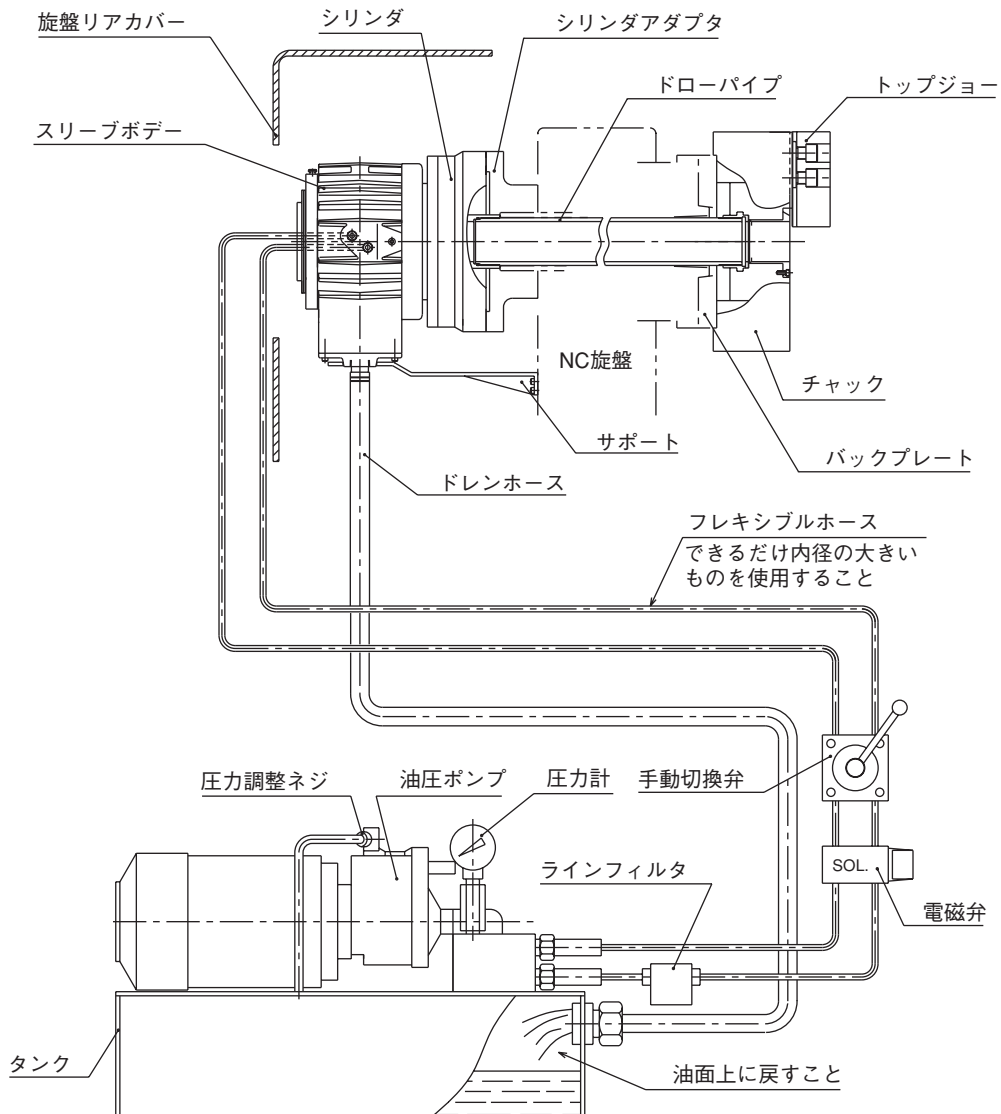

図 10
- ・ドレンは必ず油圧ユニットの油面上に戻すこと。（図10参照）